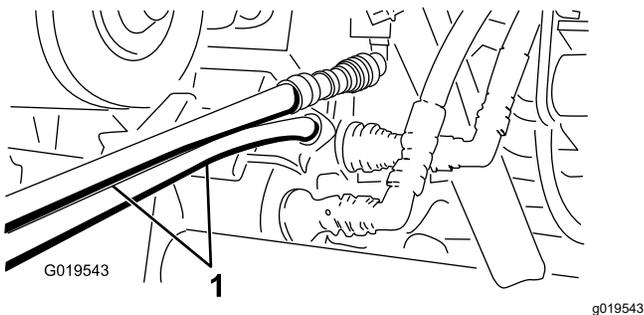

Bild 76
5. Schließen Sie an der anderen Maschine die zwei Schläuche an der Kupplung an, die sich noch in der Kupplungshalterung befindet (schließen Sie den oberen Schlauch an die obere Kupplung und den unteren Schlauch an der unteren Kupplung an) (Bild 76).